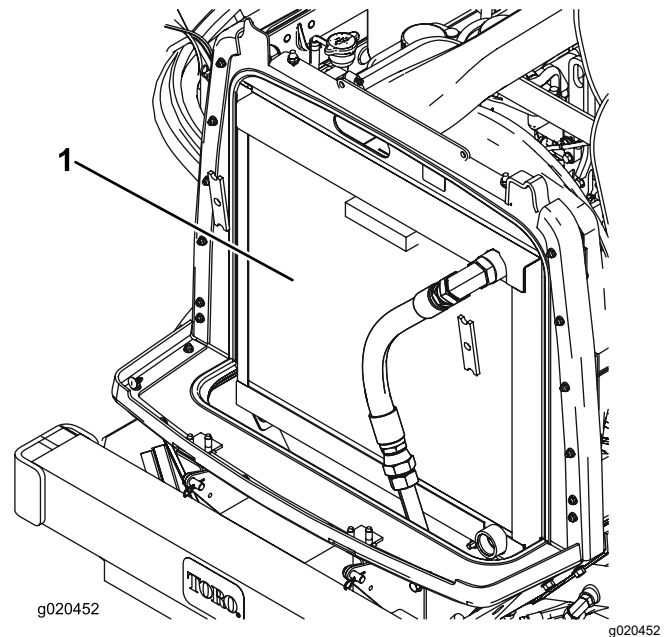

Figure 112
3. Nettoyez soigneusement les deux côtés du radiateur/refroidisseur à l'air comprimé (Figure 112).